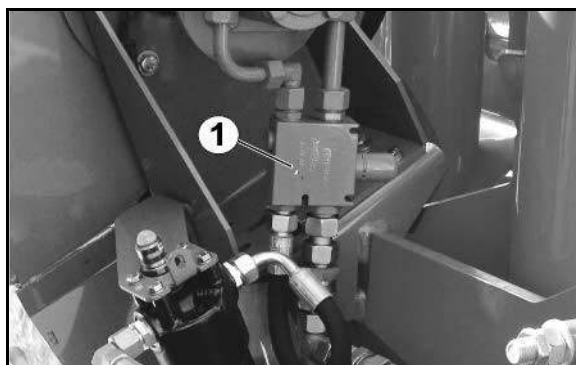

Рис. 82
- Клапан ограничения давления (Рис. 82/1)